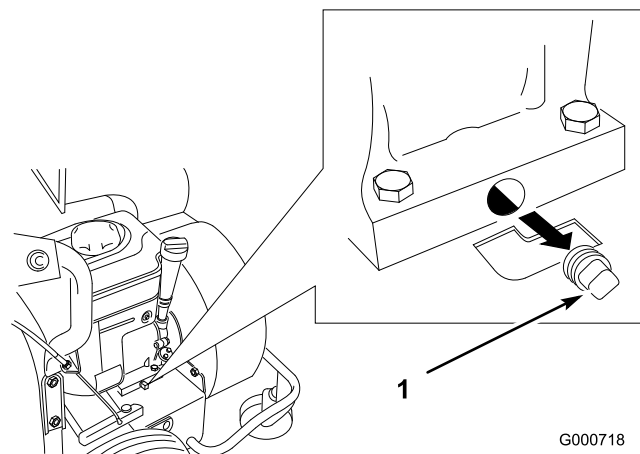

Figura 27
4. Pulite l'area circostante il tappo di spurgo (Figura 27).